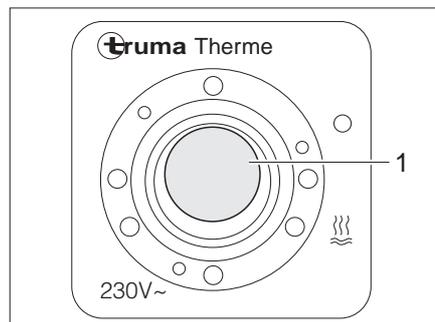

Bild 134 Bedienschalter für Therme
Mit dem Bedienschalter (Bild 134) wird die elektrische Betriebsart eingeschaltet. Die Kontroll-Leuchte (Bild 134,1) im Schalter muss leuchten.
- Bedienschalter (Bild 134) einschalten. Kontroll-Leuchte (Bild 134,1) im Schalter leuchtet.
- Bedienschalter (Bild 134) ausschalten. Kontroll-Leuchte (Bild 134,1) im Schalter erlischt.
- Bedienschalter (Bild 134) ausschalten. Kontroll-Leuchte (Bild 134,1) im Schalter leuchtet nicht.